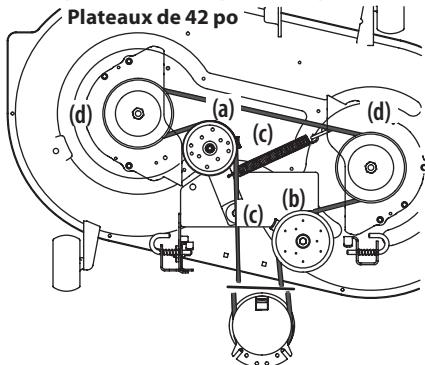
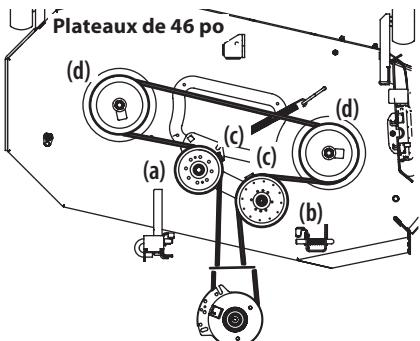
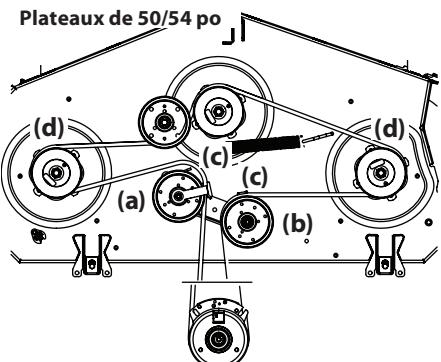
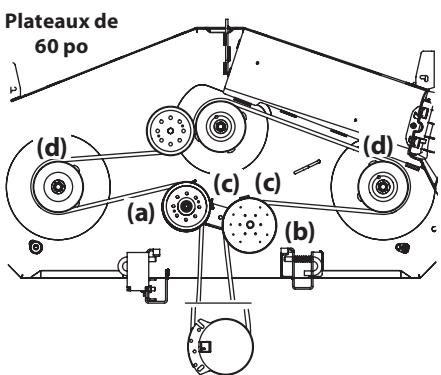

Figure 39
Figure 40
Figure 41
Figure 42
- Desserrez la quincaillerie de la poulie de tension droite (a) et de la poulie de tension gauche (b), mais ne la retirez pas. Voir Figure 39 pour les modèles dotés d'un plateau de coupe de 42 po. Voir Figure 40 à la page 93 pour les modèles dotés d'un plateau de 46 po. Voir Figure 41 à la page 93 pour les modèles dotés d'un plateau de 50 et 54 po. Voir Figure 42 à la page 93 pour les modèles dotés d'un plateau de 60 po.